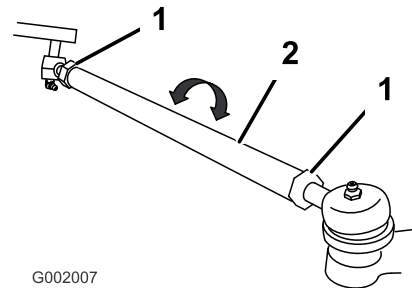

Bild 51
- Wenn der Wert nicht im angegebenen Bereich liegt, lösen Sie die Klemmmuttern an beiden Ende der Spurstangen (Bild 51).